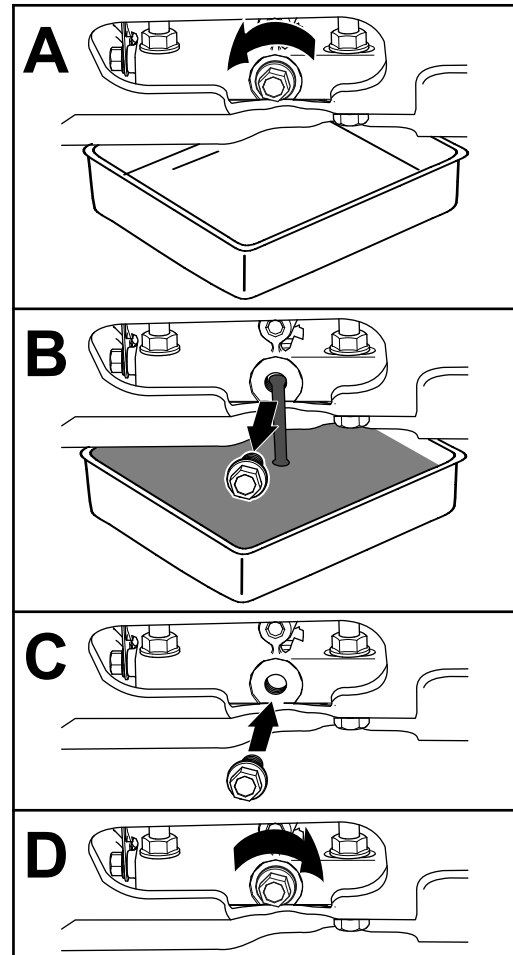

Bild 36
3. Wechseln Sie das Motoröl, wie in Bild 36 abgebildet.